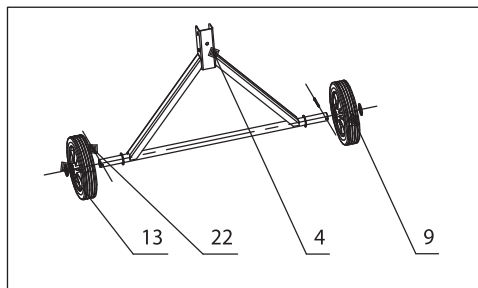

Рис. 3
1. Установить на оси рамки нижней поз. 4 два колеса поз. 9, шайбы поз. 13, вставить в отверстия оси два шплинта поз. 22 согласно рис. 3. Расшплинтовать шплинты, используя плоскогубцы.